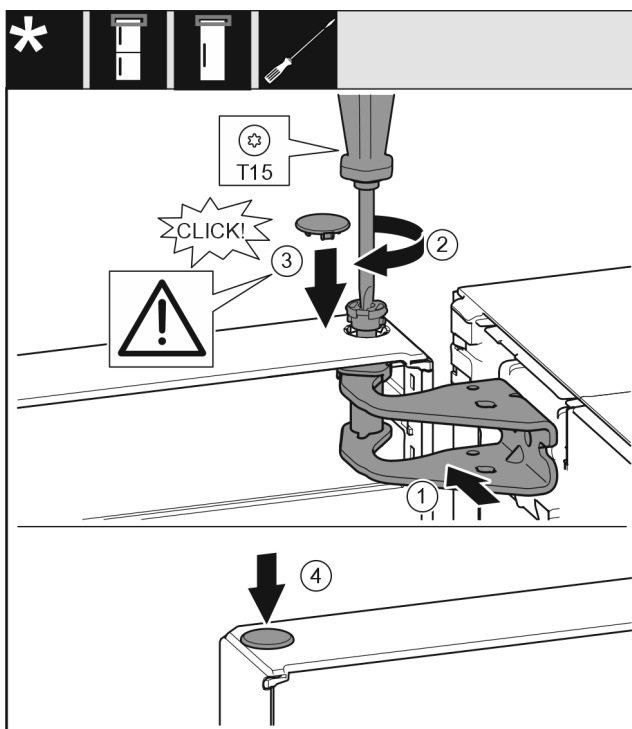

Fig. 26
- ▶ Ευθυγραμμίστε την πόρτα επάνω με το άνοιγμα στο στήριγμα. Fig. 26 (1)
- ▶ Τοποθετήστε τον πείρο Fig. 26 (2) και σφίξτε με κατσαβίδι.
- ▶ Τοποθετήστε το κάλυμμα ασφάλισης Fig. 26 (3) για την ασφάλιση της πόρτας: Τοποθετήστε το κάλυμμα ασφάλισης και ελέγξτε εάν εφαρμόζει στην πόρτα. Διαφορετικά, τοποθετήστε ολόκληρο τον πείρο.
▶ Τοποθετήστε την τάπα Fig. 26 (4).